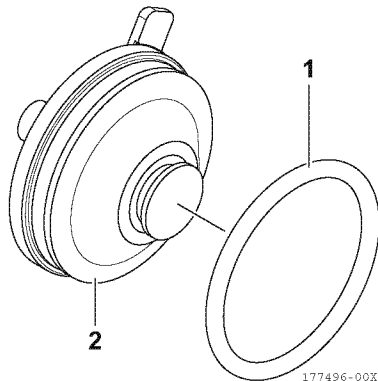

Figura 19
10. Aplique ligeramente aceite lubricante a la nueva junta tórica (1, **Figura 19**), e insértela en la ranura provista en el conjunto de la cubierta (2, **Figura 19**).